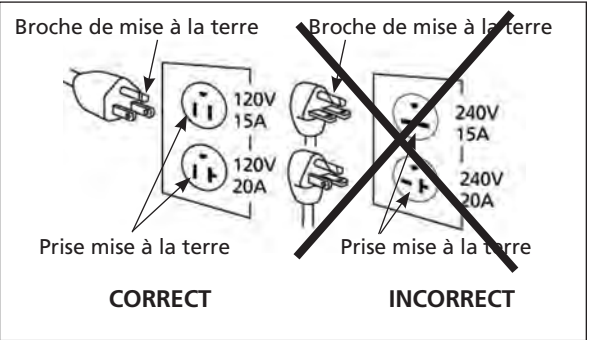

Figure 3 - Méthode de mise à la terre
1. Ce produit est conçu pour être utilisé sur un circuit de 120 V. Il doit être mis à la terre. Dans le cas d’un court-circuit, la mise à la terre réduit le risque d’une décharge électrique en fournissant un chemin de courant alternatif au sol. L’unité est équipée d’un cordon électrique qui possède une broche de mise à la terre. Elle s’insèrera facilement dans l’un des types communs de prises électriques montrées à la figure 3. Si la fiche ne s’insère pas dans la prise désirée, demandez à un électricien qualifié de remplacer la fiche ou la prise.
- 3. Ce produit est conçu pour être utilisé sur un circuit de 120 V et est doté d'une broche de mise à la terre semblable à la broche illustrée dans la figure 3.